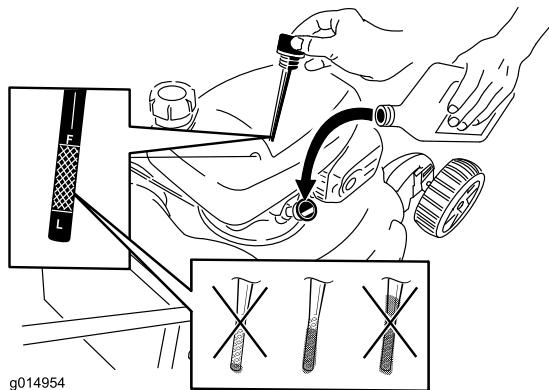

Figura 15
1. Retire la varilla, límpielo, y vuelva a colocarla (Figura 15).
2. Retire la varilla y compruebe el nivel de aceite (Figura 15). Si el nivel de aceite está por debajo de la marca **Add** de la varilla, vierta lentamente aceite en el tubo de llenado hasta que el nivel llegue a la marca **Full** de la varilla. **No llene demasiado.** (Capacidad máxima: 0,59 l, tipo: SAE 30, aceite detergente con clasificación de servicio API SF, SG, SH, SJ, SL o superior.)